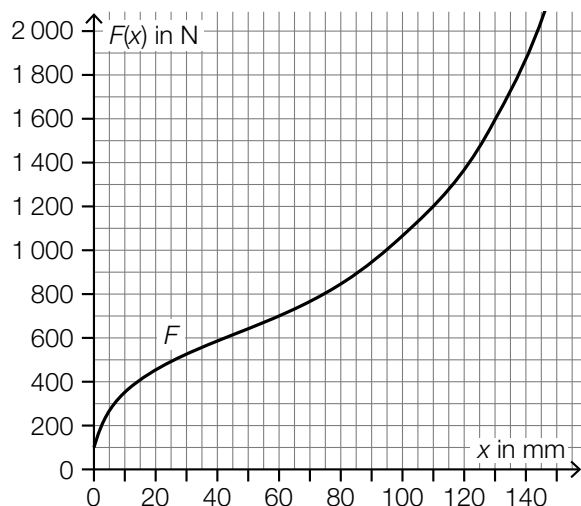

Abbildung 1
- 1) Ermitteln Sie mithilfe von Abbildung 1 die mittlere Änderungsrate von F im Intervall $[60 \text{ mm}; 95 \text{ mm}]$. Geben Sie das Ergebnis mit der zugehörigen Einheit an. [0/1 P.]
- 2) Lesen Sie aus der Abbildung 1 das Ergebnis des nachstehenden Ausdrucks ab.